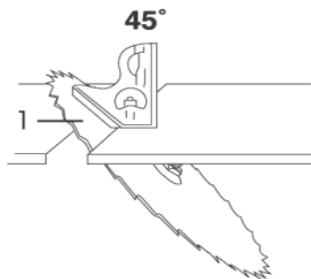

Fig. 11 – Ajuste del ángulo
- 4 - Con el auxilio de una escuadra de 45° , ajuste la lámina de sierra con relación a la base, conforme muestra la fig. 11